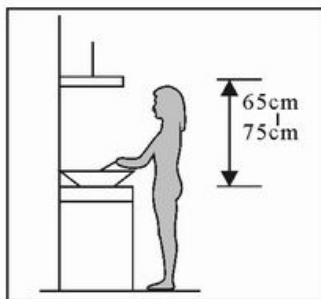

Imagen 1
1. La distancia entre la superficie de cocción y el canto inferior de la campana extractora debe ser al menos de 65-75 cm (véase imagen 1).